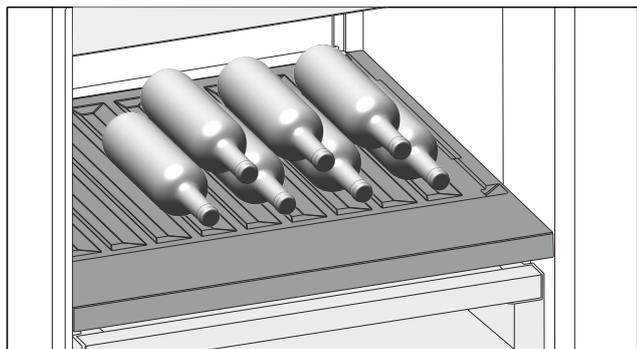

Fig. 110
- Inserire le bottiglie con il fondo rivolto verso la parte posteriore. (vedere Fig. 110)